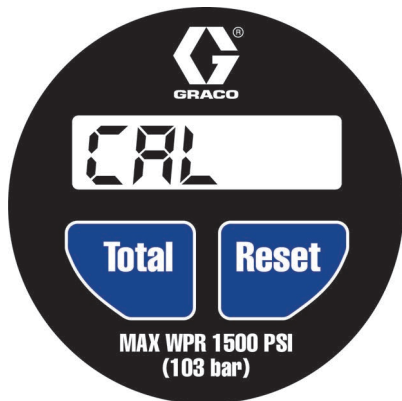

图 7
1. 同时按下**合计**和**重置按钮**(图 7)。
3. CAL 出现在显示屏上，如图 7。CAL 表示流量计已准备好进入校准模式。